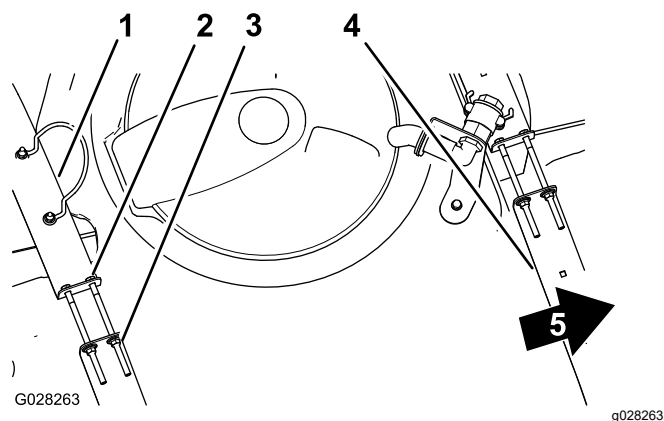

Figura 31
3. Si los flejes tienen holgura, apriete las contratuercas con arandela prensada y los pernos del extremo superior de los flejes hasta que los flejes queden apretados contra la superficie del depósito (Figura 31).
2. Compruebe si hay holgura entre los flejes y el depósito (Figura 31).